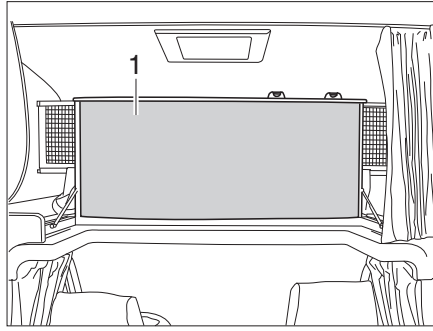

Fig. 90 Lit de capucine, rabattu vers le haut
- Rabattre vers le haut le lit de capucine (Fig. 90,1). Le lit de capucine est maintenu en position verticale par des ressorts à pression de gaz.